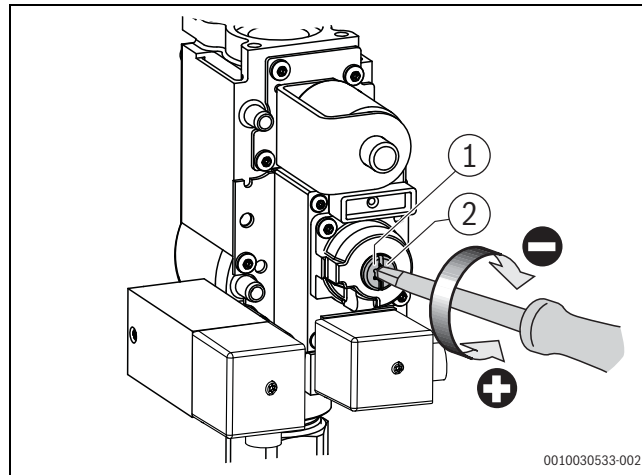

Fig. 20 Indstil O₂-indholdet ved dellast (kedelstørrelse 75 – 100 kW)
- ▶ Drej lukkeskruen på gasarmaturet ud (→ fig. 20).